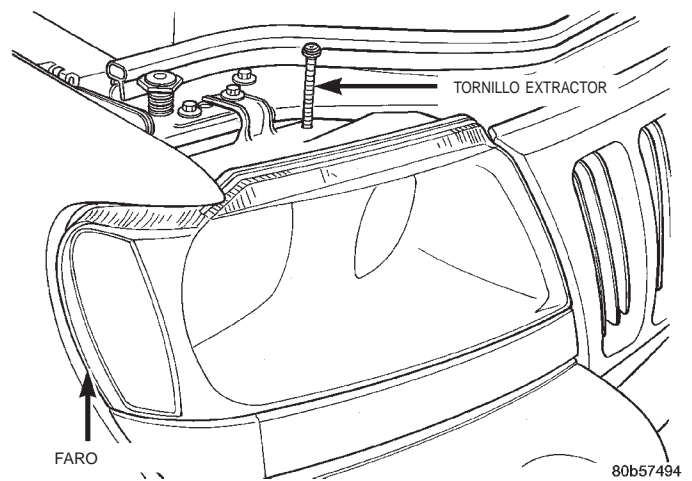

Fig. 2 Dispositivo de fijación de retención de faro
(1) Abra el capó y retire el tornillo extractor de retención del faro (Fig. 2).